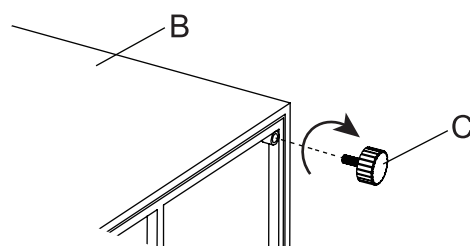

Figure 1
1. Su kito žmogaus pagalba atsargiai padėkite židinį (B) ant lygaus, neabrazyninio paviršiaus, kad išvengtumėte įbrėžimų. Patikrinkite apatinius kampus, sulygiuokite kojeles (C) su varžtų skylėmis ir prisukite pagal laikrodžio rodyklę (žr. Figure 1).